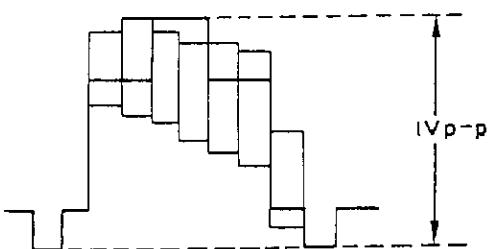

Abbildung 42.
- Den Ausgang von TP-401 auf dem Oszilloskop (Selbsttrigger) beobachten und R488 (Wiedergabe-pegelregelung) so einstellen, daß die erhaltene Wellenform der in Abb. 42 entspricht.